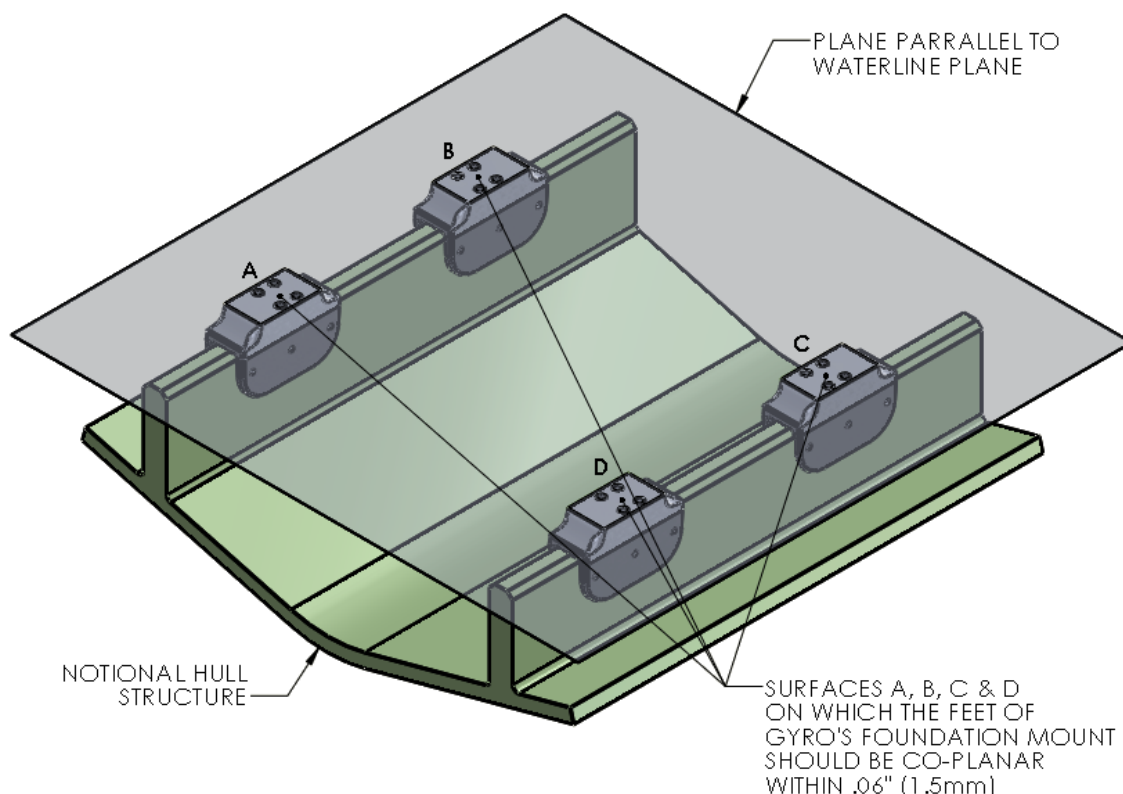

図 10 - 基礎の共有面特性
- 1) ジャイロの足が乗る 4 点は 0.06 インチ (1.5mm) の範囲内の同一平面であることが必要です。 図 10 を参照してください。